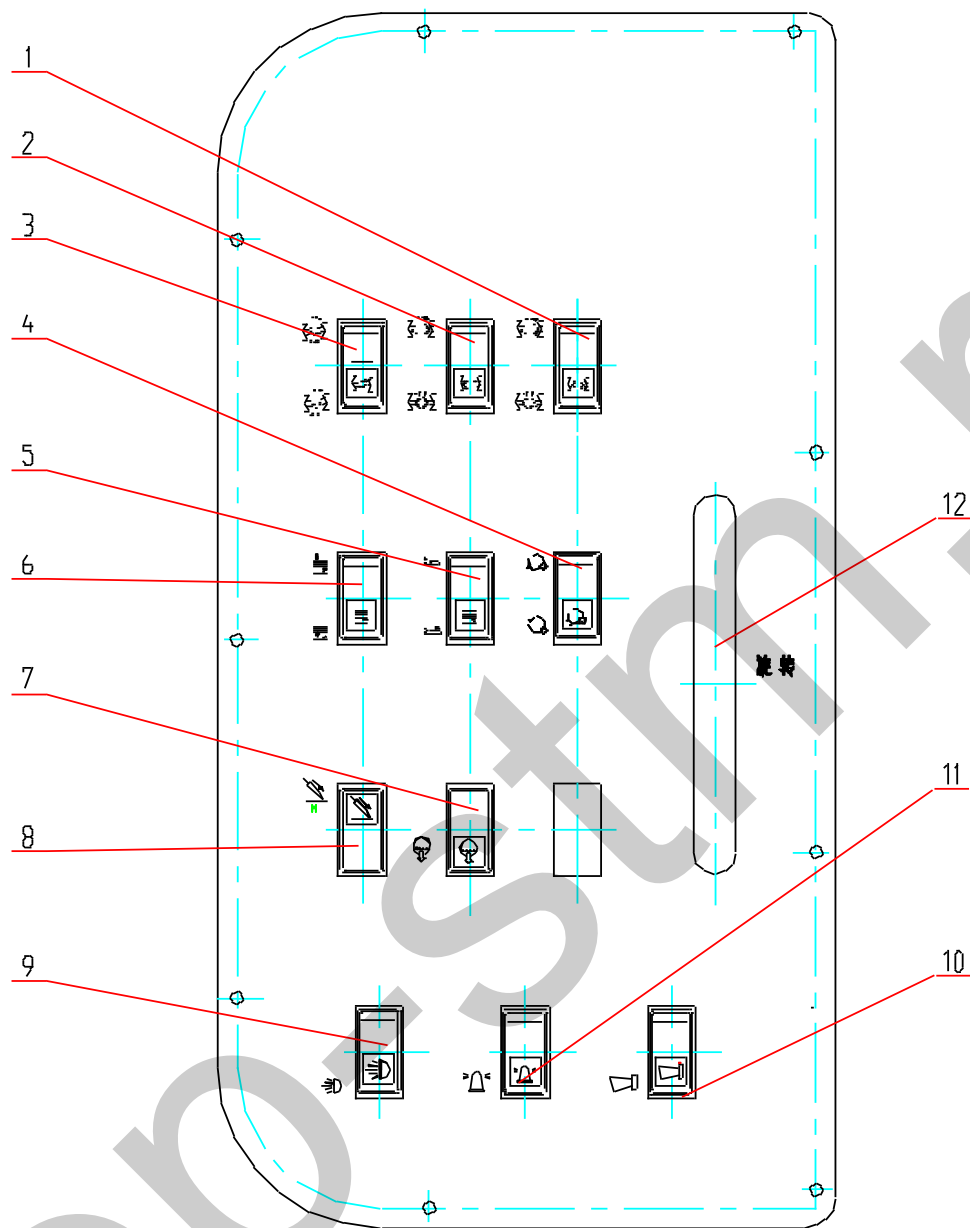

图 4 左控制台操作面板
5.1.1 左控制台操作面板如图 4 所示，其具体功能见表 2